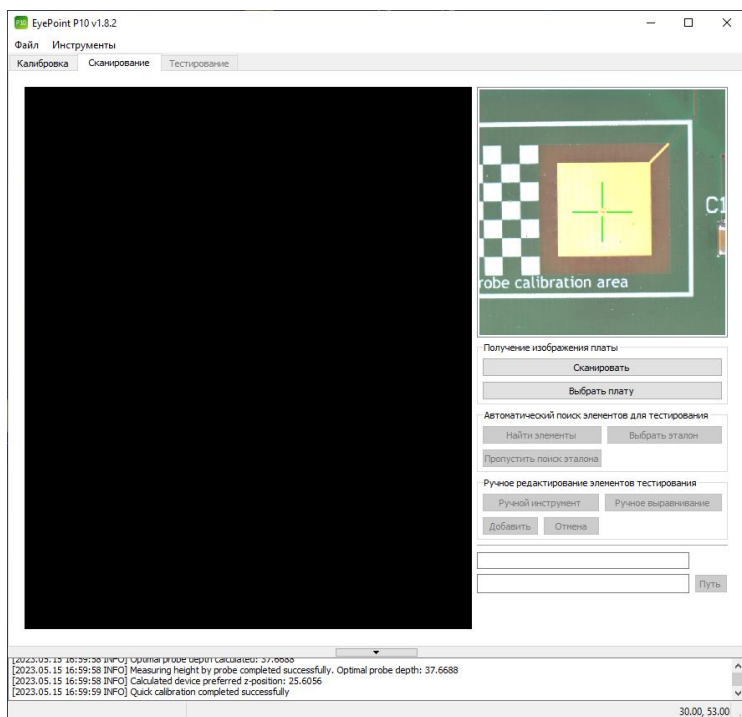

Рисунок 16. Внешний вид вкладки «Сканирование» ПО EyePoint P10b.
1. Перейдите во вкладку «Сканирование» главного окна программы (Рисунок 16). Данная вкладка станет доступна после выбора области (пункт 11.1).